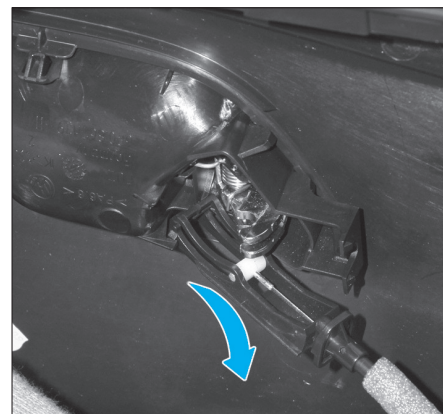

FIG. 59
- Déloger le câble de commande de la poignée intérieure (Fig.59).